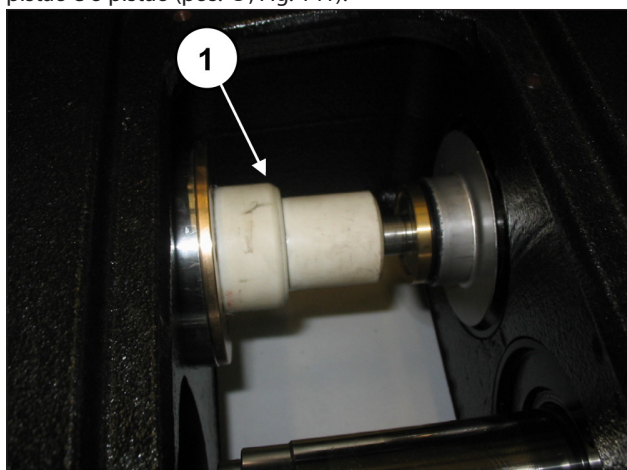

Fig. 141
Gire manualmente o eixo, de modo a trazer os três pistões na posição de ponto morto superior. Insira a ferramenta tampão no. 27516600 entre a guia do pistão e o pistão (pos. ①, Fig. 141).